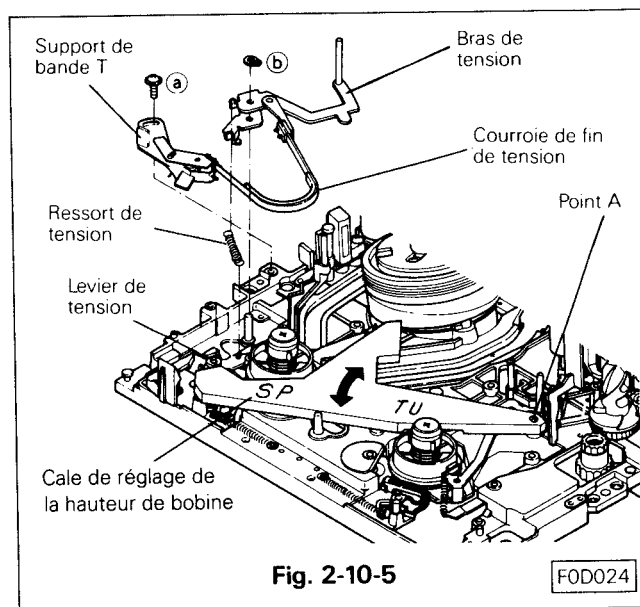

Fig. 2-10-5
- F. Remonter le bras de tension sur son axe ainsi que la rondelle d'arrêt ⑥. (Voir Fig. 2-10-5)
- G. Monter le ressort de tension sur le bras/levier de tension. (Voir Fig. 2-10-5)
- H. Assembler le support T (T = Take Up = Récepteur) sur la platine principale en évitant d'endommager la courroie du frein de tension, revisser la vis ③ légèrement. (Voir Fig. 2-10-5)